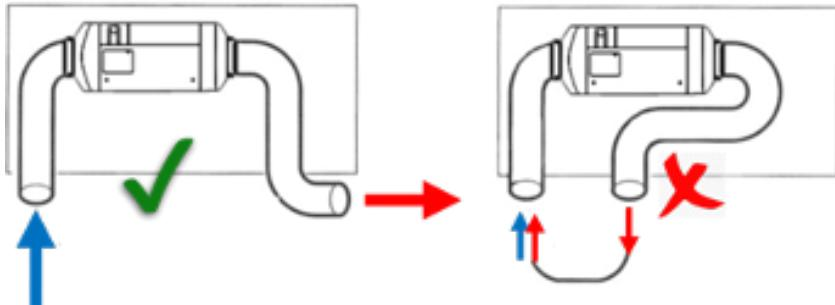

Fig. 29
- Vermeiden Sie Kurzschlüsse im Heizluftkreislauf (Fig. 29). Diese können aufgrund zu warmer angesogener Heizluft zum Abschalten des Systems infolge von Überhitzung führen.